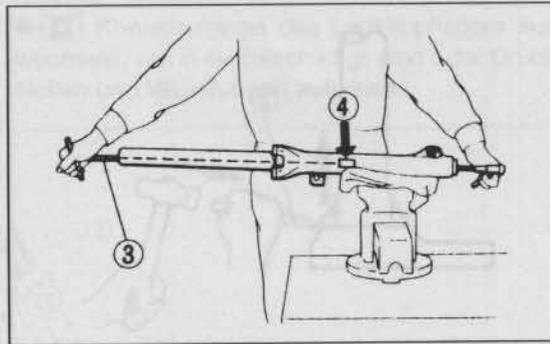
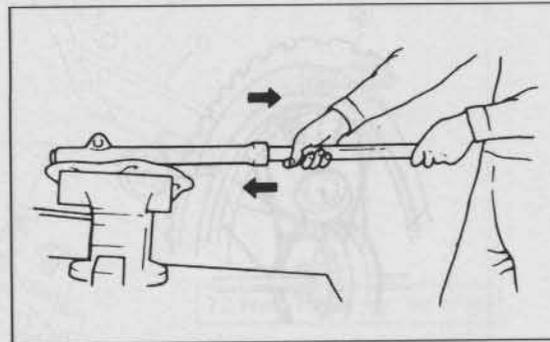

Bild 181
Bild 182
- Untere Gabelverschluss-Schraube (Innensechskant SW 6, Bild 181) ausdrehen. Falls sich Dämpferstange mitdreht, mit Nuss SW 27 Dämpferstange gegenhalten (Bild 182) oder Feder, Vorspannhülse und obere Gabelverschluss-Schraube provisorisch einsetzen, um Dämpferstange am Mitdrehen zu hindern.